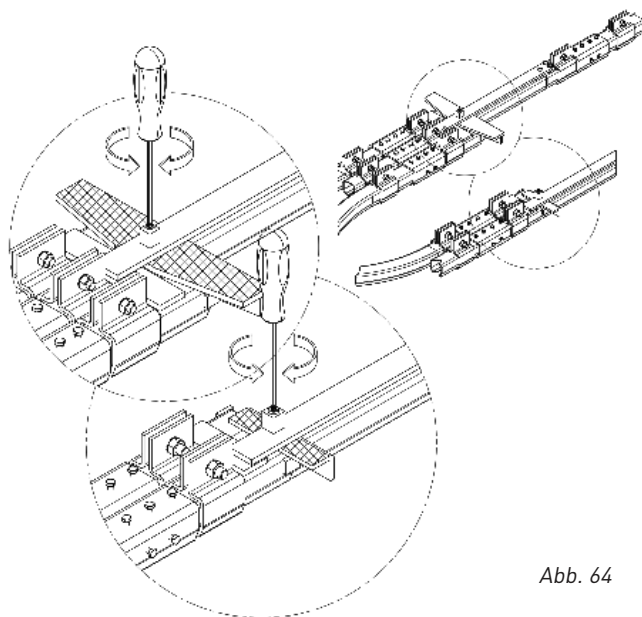

Abb. 64
- Jährlich die Arbeitsflächen zwischen den Drehtellern und den Lagerkugeln der Drehscheibenweichen nachfetten (Abb. 64).